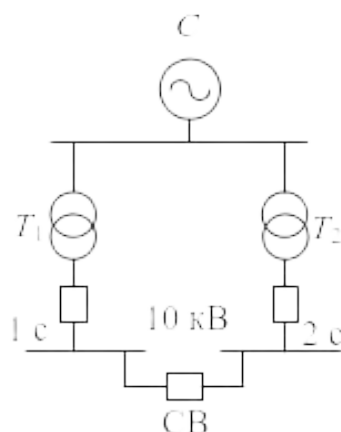

Рисунок 2. Схема к практической работе «Проверка сечения шин на термическую стойкость к токам короткого замыкания»
• Проверка сечения шин на термическую стойкость к токам короткого замыкания. Определить минимальное сечение термически устойчивой алюминиевой шины в цепи секционного выключателя подстанции (Рисунок 2).